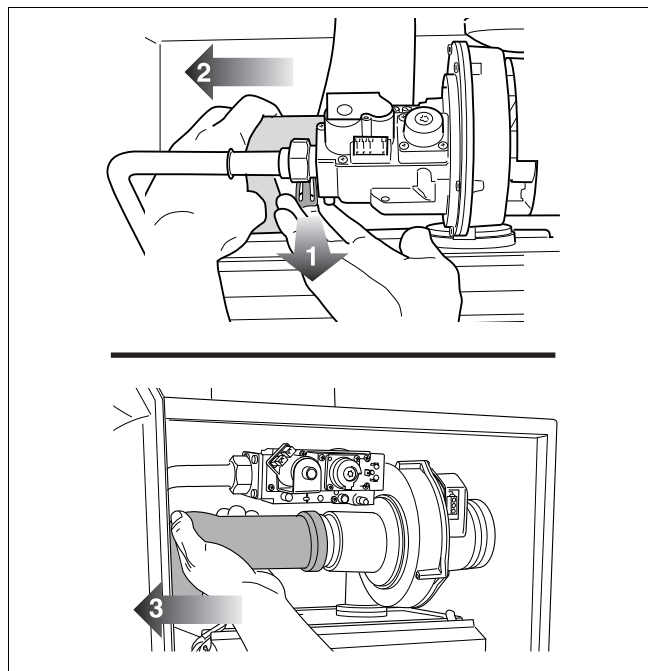

Fig. 85 Estrarre il tubo d'aspirazione aria dal ventilatore
- Estrarre il tubo d'aspirazione aria dal ventilatore (fig. 85).